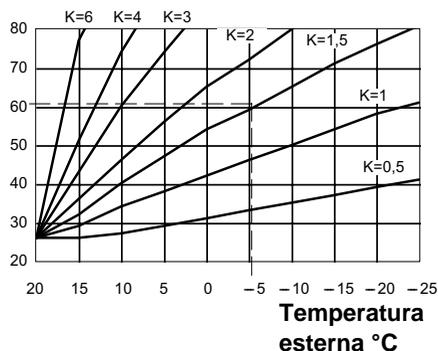

Figura 5.33 Coefficiente K con remoto.
ottimizzare la temperatura di mandata (*Figura 5.33*).
Es. Per avere una temperatura di mandata all'impianto di riscaldamento di 60 °C con una esterna di -5 °C si deve settare un K di 1,5 (linea tratteggiata in *Figura 5.33*)
- 3 Per settare il *coefficiente K*, determinato dalla *Figura 5.33* bisogna entrare in programmazione premendo per 15 secondi il pulsante di ripristino **c**, in *Figura 5.34*. fino alla comparsa del parametro **P01** sul display LCD; sul display LCD compare la seguente
ad un massimo di **255** in base alla curva scelta del *coefficiente K* in **Figura 5.33**